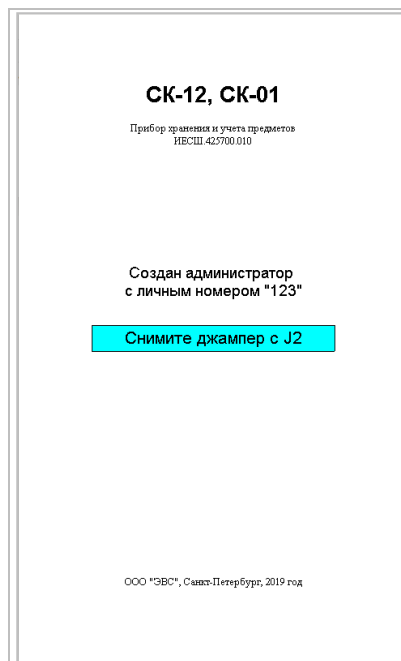

Рис. 9.3 Экранная форма установки личного номера администратора «по умолчанию»
После чего поворотом ключа выбора режима в «нормальное» вертикальное положение (см. Рис. 6.1) и последующим нажатием пусковой кнопки (см. Рис. 3.1) подать на секцию питания от аккумулятора и проконтролировать появление на дисплее СУ экранной формы, внешний вид которой приведен на Рис. 9.3.
Проконтролировав появления на дисплее экранной формы (см. Рис. 9.3) следует отключить питание, разомкнуть контакты переключки J2, поставить крышку секции управления на прежнее место. После сборки и установки изделие будет готово к работе и будет установлен личный номер администратора (123). Следует знать, что описанные выше манипуляции НЕ приводят к потере базы данных изделия.